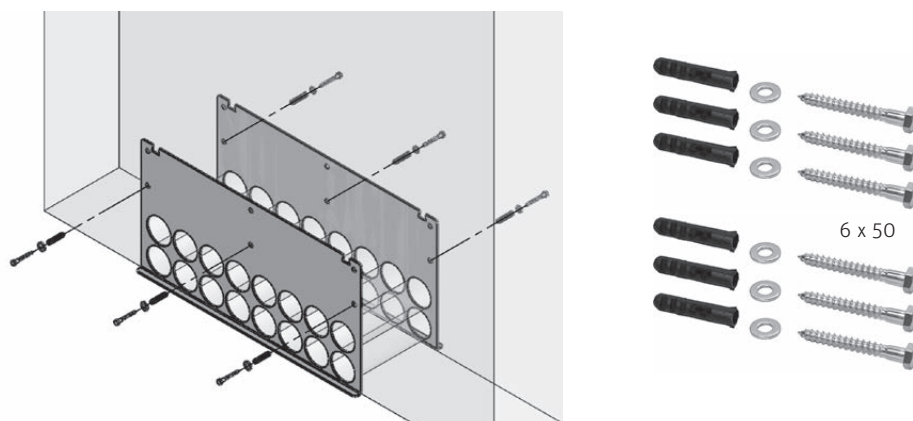

Fig. 19 Fissaggio del passante tubo
- ▶ Fissare ciascuna delle due canalizzazioni con tubi flessibili con 3 viti per telaio 6 x 50 e rondelle 6 – Fig. 19.